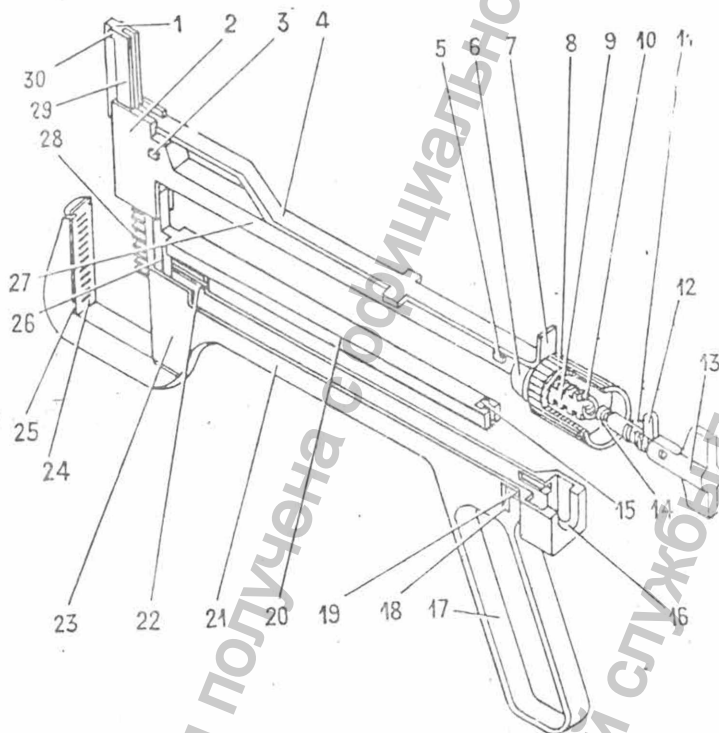

Рис. 2. Схематическое изображение ушивателя:
4.1. Ушиватель * состоит из следующих основных частей (рис. 2): упорного корпуса 23 и скобочного 27, толкателя с пластинами 26, штурвала 13, магазина 1, гайки 8, ограничителя 4.
7.4. При установке магазина (см. рис. 2) следите, чтобы толкатель был отведен в крайнее положение; перемычки 30 в канавках магазина были направлены в противоположную сторону от каретки, иначе магазин в каретку не войдет.
7.5. Установив магазин в ушивателе, проверьте правильность и полноту зарядки магазина скобками. Для этого продвиньте вперед ограничитель, чтобы его упор вышел из зацепления с гайкой. В таком положении нажмите указательным пальцем на выступ 12 собачки (см. рис. 2), по-
5.9. Нажмите пальцем на выступ 12 собачки (см. рис. 2), одновременно вращая штурвал против часовой стрелки до полного его извлечения.
6.4. Вставьте толкатель в скобочный корпус так, чтобы паз 15 толкателя вошел в проточку штурвала (см. рис. 2).
6.6. Прижмите книзу скобочный корпус так, чтобы штифт 3 и упор 5, находящиеся на нем, располагались против пазов 22 упорного корпуса (см. рис. 2).